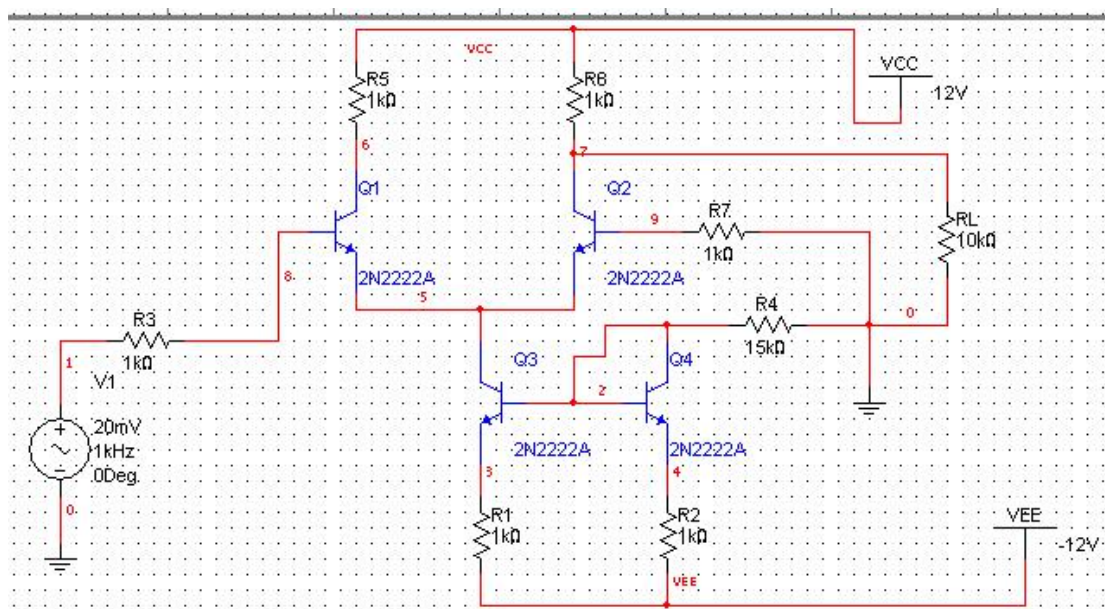

图 3
- (1) 通过使用 Multisim 来仿真电路，测试如图 3 所示的差分放大电路的静态工作点、差模电压放大倍数、输入电阻和输出电阻。
- (2) 加深对差分放大电路工作原理的理解。
- (3) 通过仿真，体会差分放大电路对温漂的抑制作用。
- (8) 根据前面得到的静态工作点，请设计一单管共射电路，使其工作点和图 3 电路的静态工作点一样。利用温度扫描功能，给出单管共射电路工作温度从  $0^{\circ}\text{C}$  变化到  $100^{\circ}\text{C}$  时，输出波形的变化，比较单管共射电路与共射差分电路的区别。
(8)根据前面得到的静态工作点，请设计一单管共射电路，使其工作点和图 3 电路的静态工作点一样。利用温度扫描功能，给出单管共射电路工作温度从  $0^{\circ}\text{C}$ 变化到  $100^{\circ}\text{C}$ 时，输出波形的变化，比较单管共射电路与共射差分电路的区别。